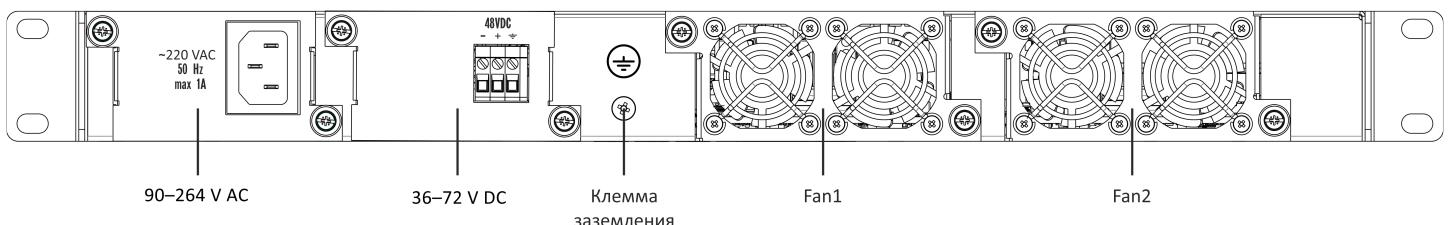

Рисунок 3 – Задняя панель терминала LTP-8(16)N
На задней, передней и боковых панелях терминала расположены вентиляционные решетки, которые служат для отвода тепла. На задней панели установлены два блока вентиляции (рисунок 3).
- Шаг 2. Заземлить корпус устройства. Это необходимо выполнить прежде, чем к устройству будет подключена питающая сеть. Заземление необходимо выполнять изолированным многожильным проводом. Правила устройства заземления и сечение заземляющего провода должны соответствовать требованиями ПУЭ. Клемма заземления находится на задней панели, рисунок 3.